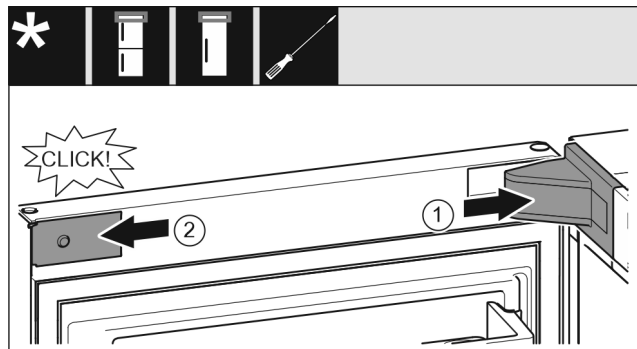

Fig. 59
- ▶ Nasadíte a zaklapnete kryt stojanu ložiska Fig. 59 (1), příp. opatrně přitlačíte od sebe.
- ▶ Z boku nasadíte záslepku Fig. 59 (2) a zaklapnete.